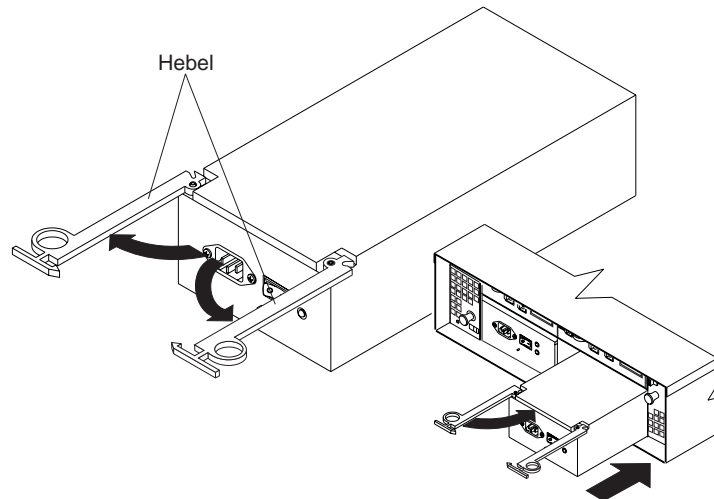

Abbildung 12. Netzteil wieder einsetzen
1. Schieben Sie ein Netzteil in die Erweiterungseinheit. Wenn Sie das Netzteil in die Erweiterungseinheit schieben, achten Sie darauf, dass die Hebel herausgezogen sind (siehe Abb. 12).